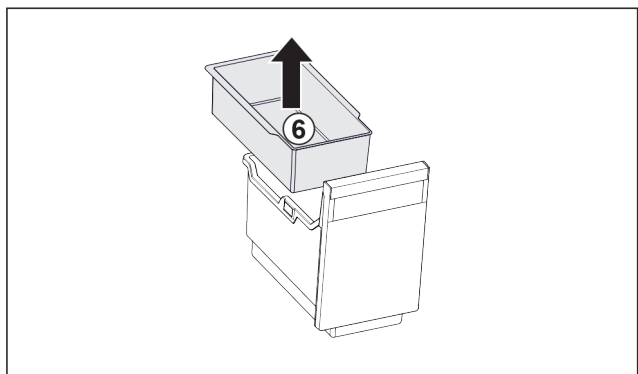

Fig. 124
- ▶ Vzemite ven Fig. 124 (6) obešalno skodelico.